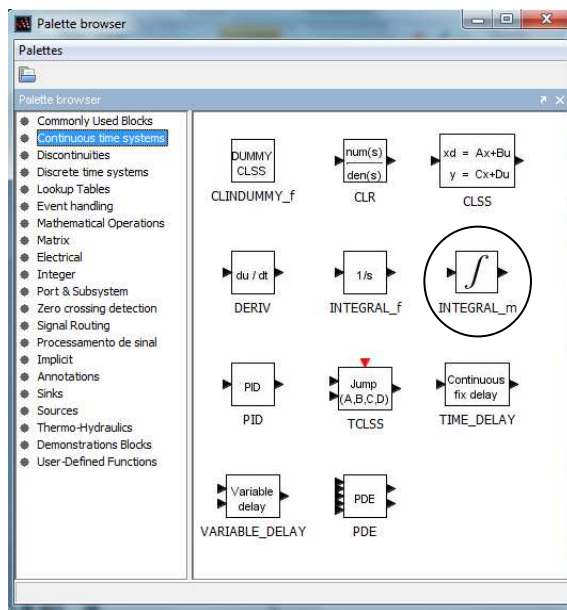

Figura 6
**Continuous Time Systems:** o bloco de integração Figura 6